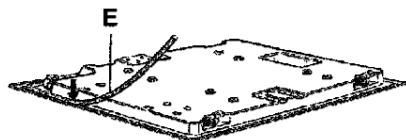

Рисунок 8.
- Расположите изоляционные полосы по краю варочной поверхности так, чтобы они образовали замкнутый периметр (рисунок 8). Следите за тем, чтобы полосы соединялись друг с другом (встык), не накладываясь друг на
периметру укладки полос (рисунок 8).